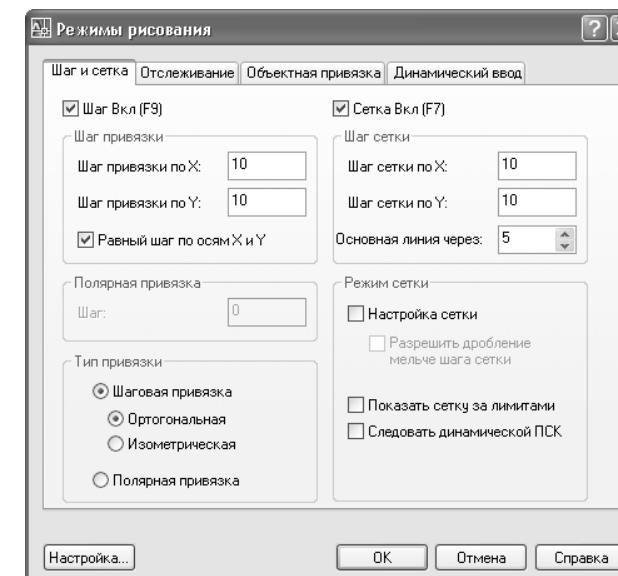

Рис. 3.7 ▼ Диалоговое окно **Режимы рисования** (Drafting Settings)
1. Выберите из меню команду **Сервис ⇒ Режимы рисования** (Tools ⇒ Drafting Settings) либо введите в командном окне команду **режимрис** (DSETTINGS). Перейдите, если в этом есть необходимость, в открывшемся диалоговом окне **Режимы рисования** (Drafting Settings) на вкладку **Шаг и Сетка** (Snap and Grid) (рис. 3.7). Параметры режимов **Сетка** (Grid) и **Шаг** (Snap) находятся в этом окне в группах с соответствующими названиями. Обратите внимание, что для обоих режимов шаг имеет значение **10**.